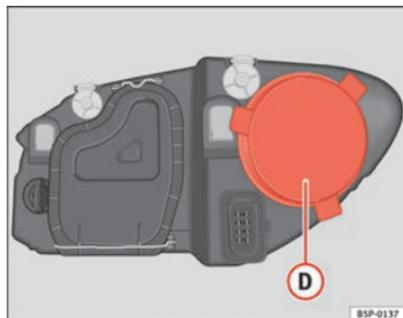

Fig. 185 Luz de presença
- Retirar a tampa ⇒ fig. 185 **D**, puxando-a.